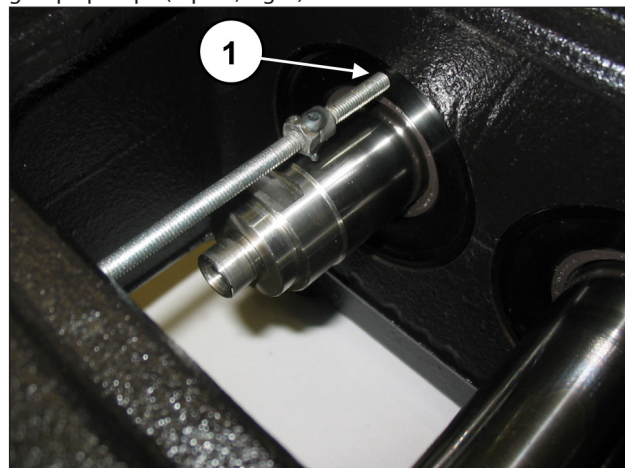
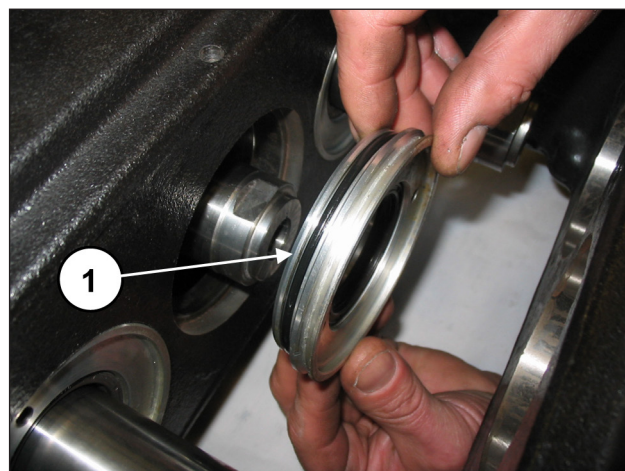

Fig. 3
Fig. 4
Visser une barre filetée ou une vis M6 faisant office d'extracteur, dans les orifices prévus à cet effet sur le couvercle du joint d'huile (rep. ①, Fig. 3) et dégager les couvercles du groupe pompe (rep. ①, Fig. 4).